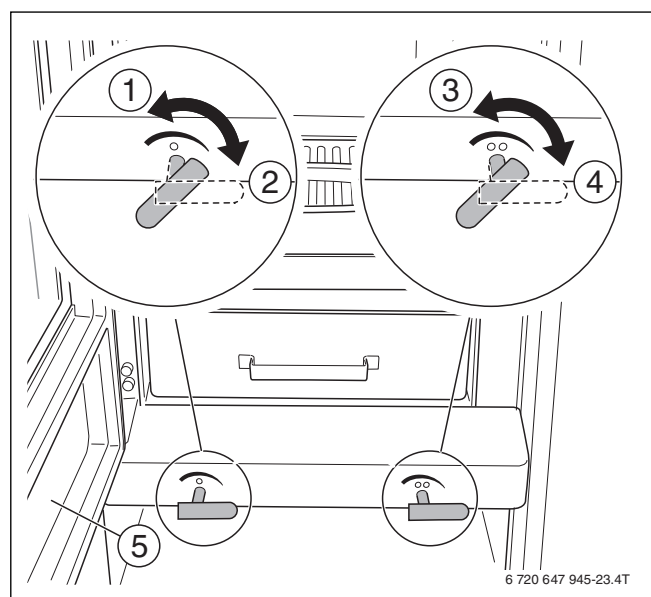

Bild 6 Primär- und Sekundärluftschieber
- ▶ Primärluftschieber und Sekundärluftschieber öffnen (→ Bild 6, [1] und [3], Seite 8).
- ▶ Primärluftschieber und Sekundärluftschieber schließen (→ Bild 6, [2] und [4], Seite 8).